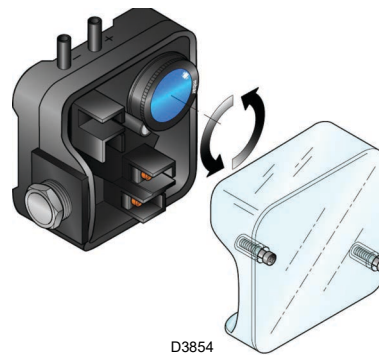

Fig. 34
- Régler le pressostat d'air (Fig. 34) en début d'échelle.
Effectuer le réglage du pressostat air après avoir effectué tous les autres réglages du brûleur avec le pressostat air réglé en début d'échelle (Fig. 34).